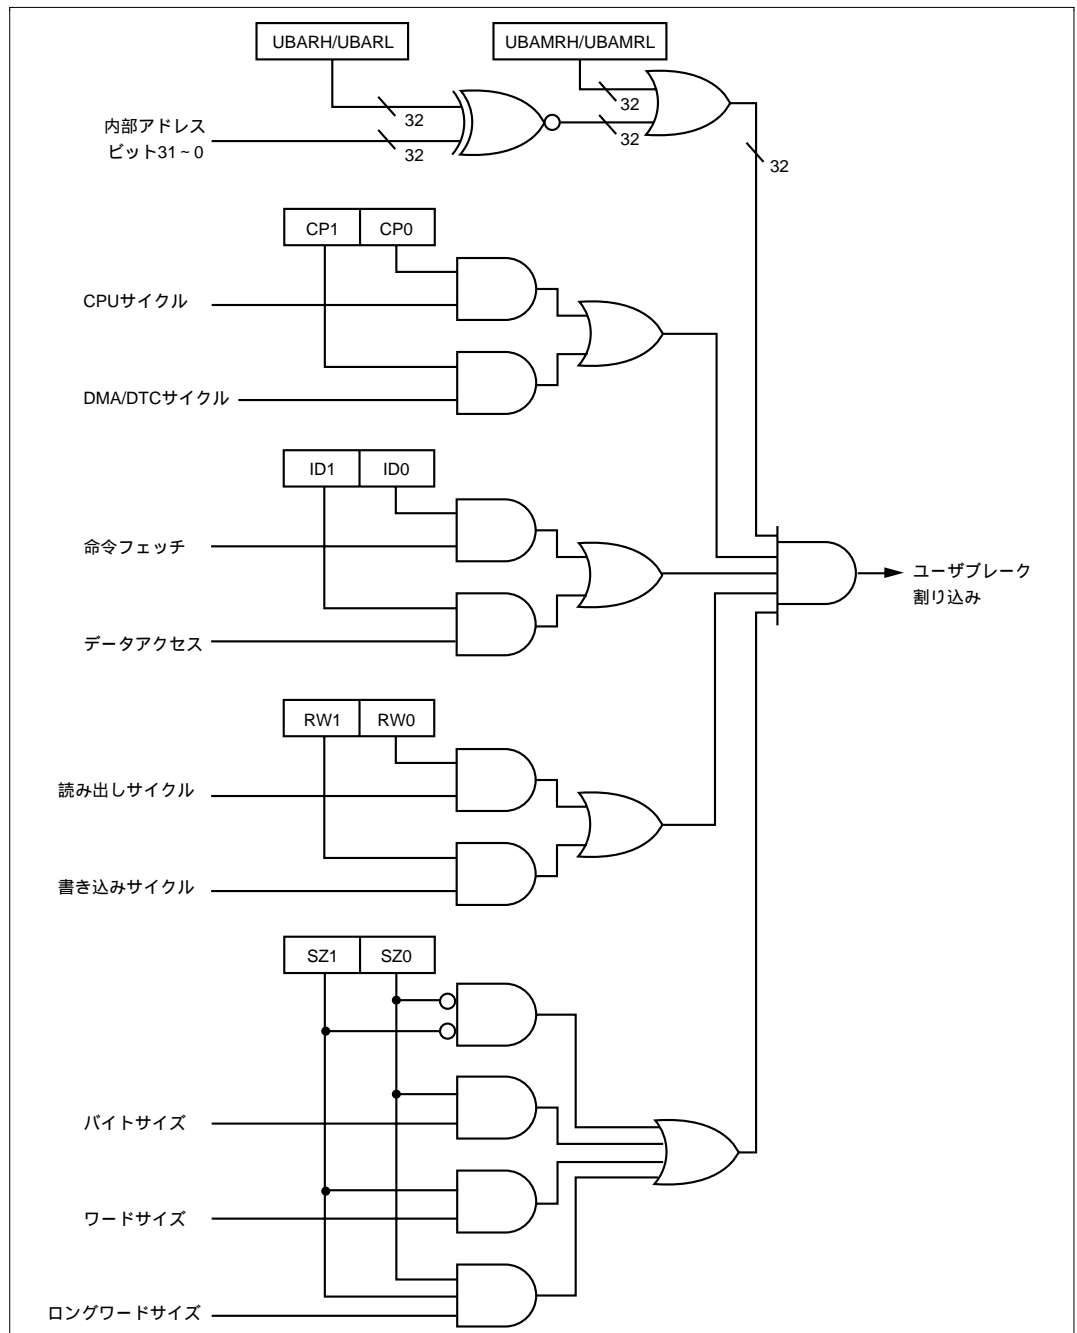

図 7.2 ブレイク条件判定方式
- (1) ブレーク条件のうち、ユーザブレークアドレスをユーザブレークアドレスレジスタ (UBAR)、アドレスの中のマスクしたいビットをユーザブレークアドレスマスクレジスタ (UBAMR)、ブレークするバスサイクルの種類をユーザブレークバスサイクルレジスタ (UBBR) に設定してください。UBBR の CPU サイクル / 周辺サイクルセレクトビット (CP1、CP0)、命令フェッチ / データアクセスセレクトビット (ID1、ID0)、読み出し / 書き込みセレクトビット (RW1、RW0) のいずれか 1 組でも 00 (ユーザブレーク割り込みは発生させない) にセットされていると、他の条件が一致してもユーザブレーク割り込みは発生しません。ユーザブレーク割り込みを使用したいときは、必ずこれら 3 組のビットすべてに条件を設定してください。
- (2) UBC は、設定した条件が成立したかどうかを図 7.2 に示す方式で判定します。ブレーク条件が成立すると、UBC は割り込みコントローラ (INTC) に、ユーザブレーク割り込み要求信号を送ります。
- (3) ユーザブレーク割り込み要求信号を受け取ると、INTC は優先順位の判定を行います。ユーザブレーク割り込みは優先レベル 15 なので、ステータスレジスタ (SR) の割り込みマスクビット (I3 ~ I0) がレベル 14 以下のとき、受け付けられます。I3 ~ I0 ビットがレベル 15 のとき、ユーザブレーク割り込みは受け付けられませんが、受け付けられるようになるまで保留されます。したがって、NMI 例外処理では、I3 ~ I0 ビットはレベル 15 になりますので、NMI 例外サービスルーチン中はユーザブレーク割り込みは受け付けられません。ただし、NMI 例外サービスルーチンの先頭で I3 ~ I0 ビットをレベル 14 以下に変更すれば、それ以後ユーザブレーク割り込みが受け付けられるようになります。優先順位判定の詳細については、「第 6 章 割り込みコントローラ (INTC)」を参照してください。
- (4) INTC は、ユーザブレーク割り込みの要求信号を CPU に送ります。これを受け取ると、CPU はユーザブレーク割り込み例外処理を開始します。割り込み例外処理の詳細については、「6.4 動作説明」を参照してください。